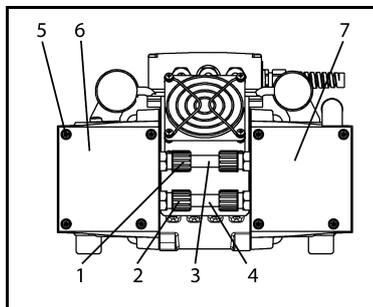
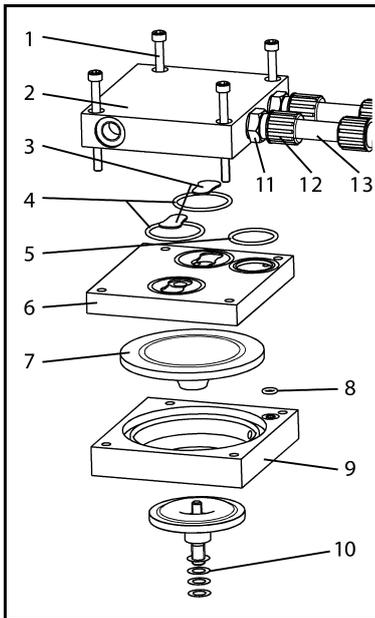

Abb. 16: Pumpenkopf abmontieren (Beispiel N 940.5 APE)
Abb. 17: Membrane und Ventilplatten wechseln (1. und 2. Pumpenkopf)
1. An den pneumatischen Verschaltungen (3, Abb. 16) und (4) zwischen dem ersten und zweiten Pumpenkopf: Die Überwurfmutter (1) und (2) mit einer Zange entgegen dem Uhrzeigersinn lösen.
2. Am ersten Pumpenkopf (6, Abb. 16) Kopfdeckel (2, Abb. 17), Zwischenplatte (6) und Membranaufnahme (9) durch einen durchgehenden Filzstiftstrich markieren, um korrekte Montage sicherzustellen.
3. Am ersten Pumpenkopf die vier Schrauben (1, Abb. 17) lösen und Kopfdeckel (2) abnehmen
Anschließend an den beiden pneumatischen Verschaltungen (13, Abb. 17) zwischen den Pumpenköpfen 1 und 2 die beiden Überwurfmutter (12) mit Zange im Uhrzeigersinn fest anziehen.